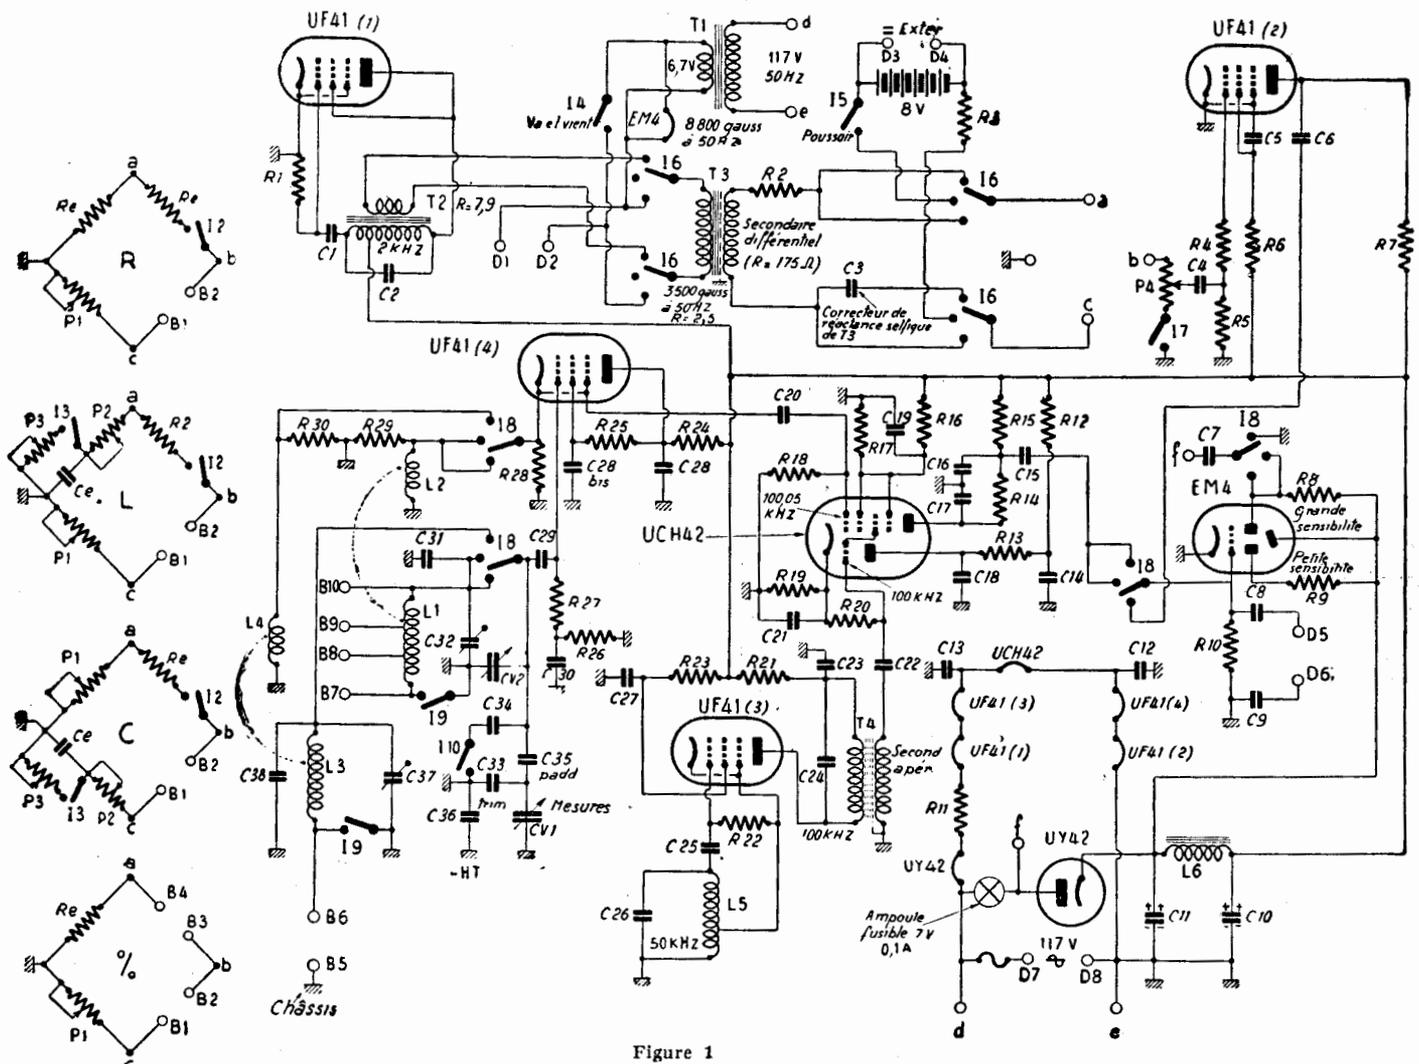
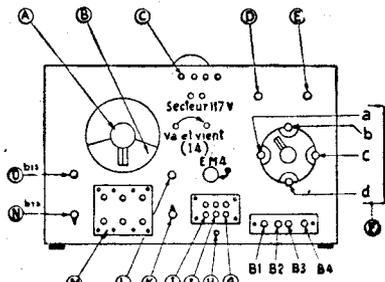

Figure 1
Figure 2 : Vue de la platine avant de l'appareil. Dimensions : largeur 60 cm, hauteur 35 cm, profondeur 12 cm.
Figure 1. — Réflexion de la peau en fonction de la longueur d'onde d'onde μ : a) Zone de l'ultra-violet ; b) Zone des rayons visibles ; c) Zone de l'infra-rouge.
L'APPAREIL est un pont universel combiné avec un pF et μ H-mètre à battements interférentiels, pour mesurer avec une précision d'amateur les éléments R, L et C courant en radio. La figure 1 donne le schéma général : UF41 (1) oscillatrice BF (2 kHz) pour alimentation du pont, le pont et ses quatre sources d'alimentation ; UF41 (2) amplificatrice de tension de sortie ; EM4 indicateur d'équilibre ; UF41 (3) oscillatrice fixe du système interférentiel ; autre UF41 (4) oscillatrice variable ; UCH42 mélangeuse et UY42 valve. Cet ensemble, qui est monté dans trois châssis d'aluminium entièrement fermés et sans communication thermique directe entre eux par le métal (fig. 2, 3 et les 2 photos), est relativement léger et peu encombrant (60 x 35 x 12 cm).
Voici quelques points importants du montage définitif (fig. 1) :
NOMENCLATURE DES ELEMENTS de la figure 1